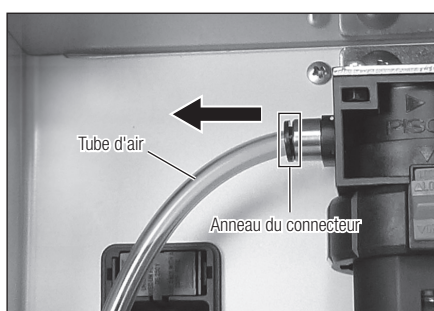

Fig. 31
- 2) Retirez le tube d'air tout en poussant sur l'anneau du connecteur sur le filtre à air (Fig. 31).